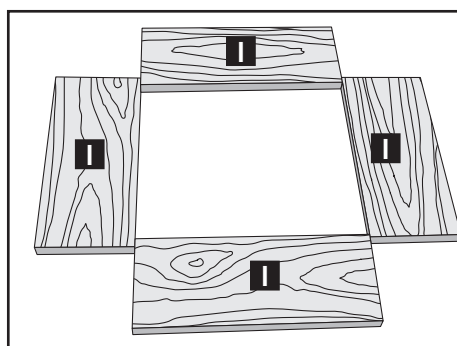

Fig. 17
ÉTAPE 1 : Placez les pièces de travail face vers le bas et étiquetez les faces internes avec un « I » (Fig. 17). Étiquetez l'autre côté avec un « O » pour indiquer la « surface extérieure ».